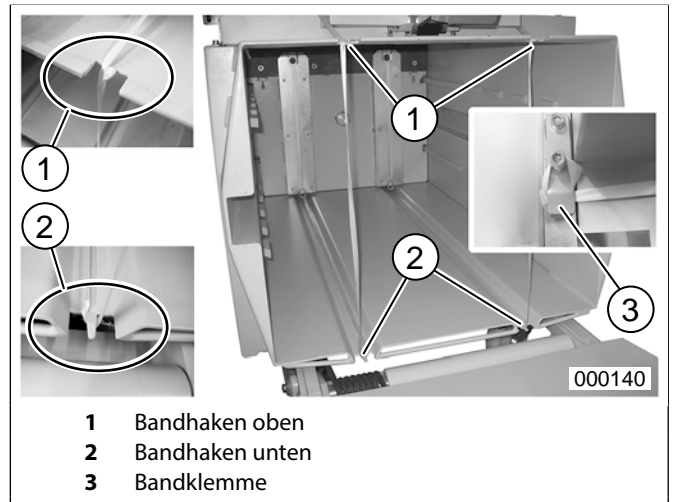

Abb. 20 Auslegen der Bänder für neuen Ballen
5. Die am Verdichtergehäuse festgeklemmten Band-Enden (Abb.20/3) lösen, mit dem jeweils herausgezogenen Band fest verknoten (Abb. 16) und das Band hinter dem Knoten mit einer Schere durchschneiden.
3. Bänder ca. eine Klappenlänge weit herausziehen, die Band-Enden über die Bandhaken (Abb. 20/1+2) von innen durch die Einfüllöffnung hin zu den Bandklemmern (Abb. 20/3) führen und dort durch zweimaliges Umwickeln befestigen.